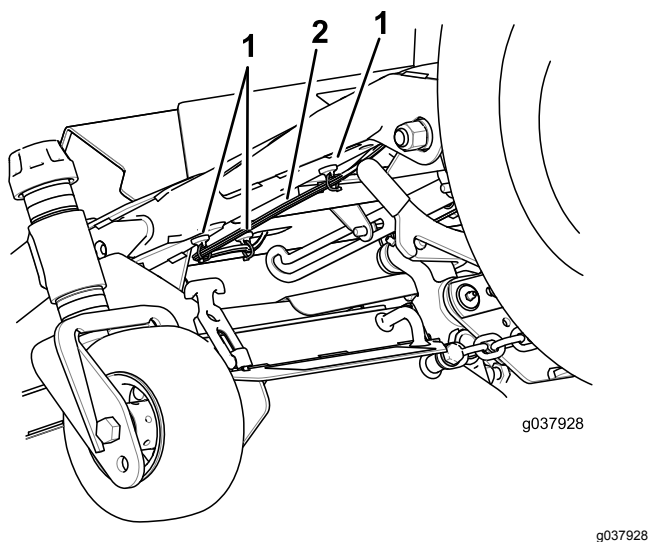

Figura 16
4. Utilizzate i fermi magnetici illustrati nella Figura 16 per fissare il cablaggio preassemblato.